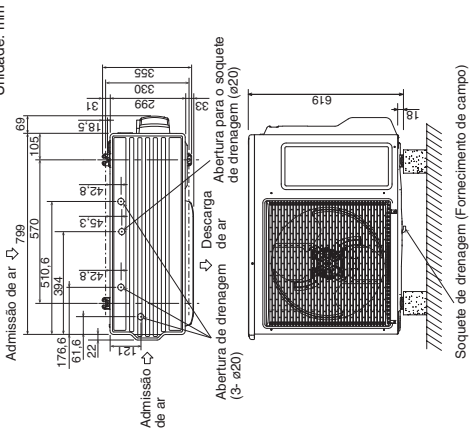

Fig. 3-1
- Consulte a Fig. 3-1 para as dimensões dos parafusos de ancoragem.
- Consulte a Fig. 3-1.